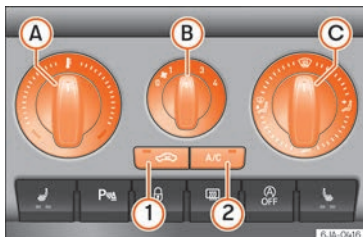

Fig. 169 Aire acondicionado: elementos de manejo.
El sistema de refrigeración funciona solamente si está pulsada la tecla **A/C** ② »» **fig. 169**, cumpliéndose a la vez las siguientes condiciones:
- La temperatura aumenta girando el mando **A** »» **fig. 169** hacia la derecha.
- Conecte el ventilador girando el mando **B** »» **fig. 169** a las posiciones de 1 hasta 4.
- Si desea cerrar la entrada de aire fresco, utilice la tecla ① »» pág. 161, Recirculación de aire.
- Girando el mando **C** »» **fig. 169** se ajusta el acceso de aire a los respectivos difusores »» pág. 159.
- Pulse la tecla **A/C** ② »» **fig. 169** y el testigo de dentro de la tecla se ilumina.
- Volviendo a pulsar la tecla **A/C** ②, el testigo de dentro de la tecla se apaga.
Si el rotativo  »» fig. 169 está en posición de deshielo, la trampilla de recirculación estará siempre abierta (indicador luminoso apagado).
- Pulse la tecla  »» fig. 169, el testigo de la tecla se ilumina indicando que se ha activado la recirculación del aire interior del habitáculo.